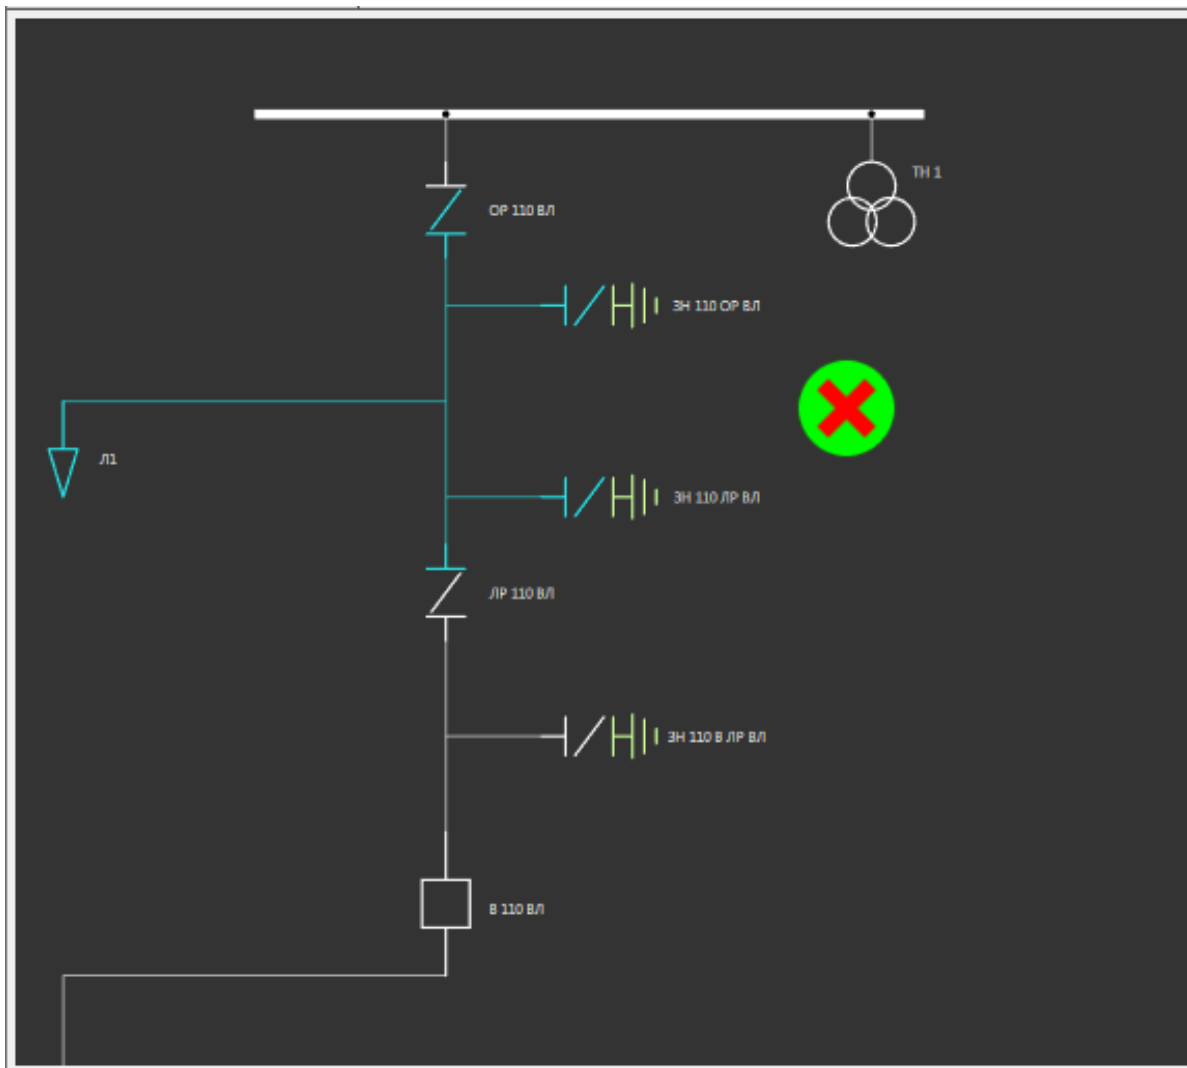

Рисунок 40 - Диспетчерские метки
3. Выберите метку. Метка появится на мнемокадре (Рисунок 40).